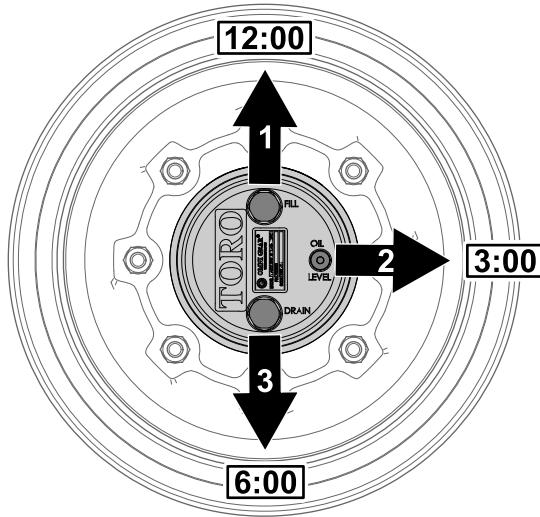

Figura 104
1. Aparque la máquina en una superficie nivelada y coloque la rueda de modo que el tapón de llenado se encuentre en la posición de las 12, el tapón de verificación en la posición de las 3 y el tapón de vaciado en la posición de las 6 (Figura 104).
2. Retire el tapón de verificación en la posición de las 3 (Figura 104).
1. Aparque la máquina en una superficie nivelada, coloque la rueda de modo que el tapón de llenado se encuentre en la posición de las 12, el tapón de verificación en la posición de las 3 y el tapón de vaciado en la posición de las 6; consulte Figura 104 en Comprobación del lubricante de la transmisión planetaria (página 77).